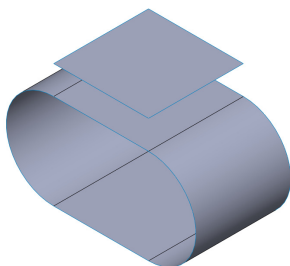

图 7-72 打开素材模型
(1) 单击常用工具栏中的【打开】按钮, 打开一幅素材模型, 如图 7-72 所示。